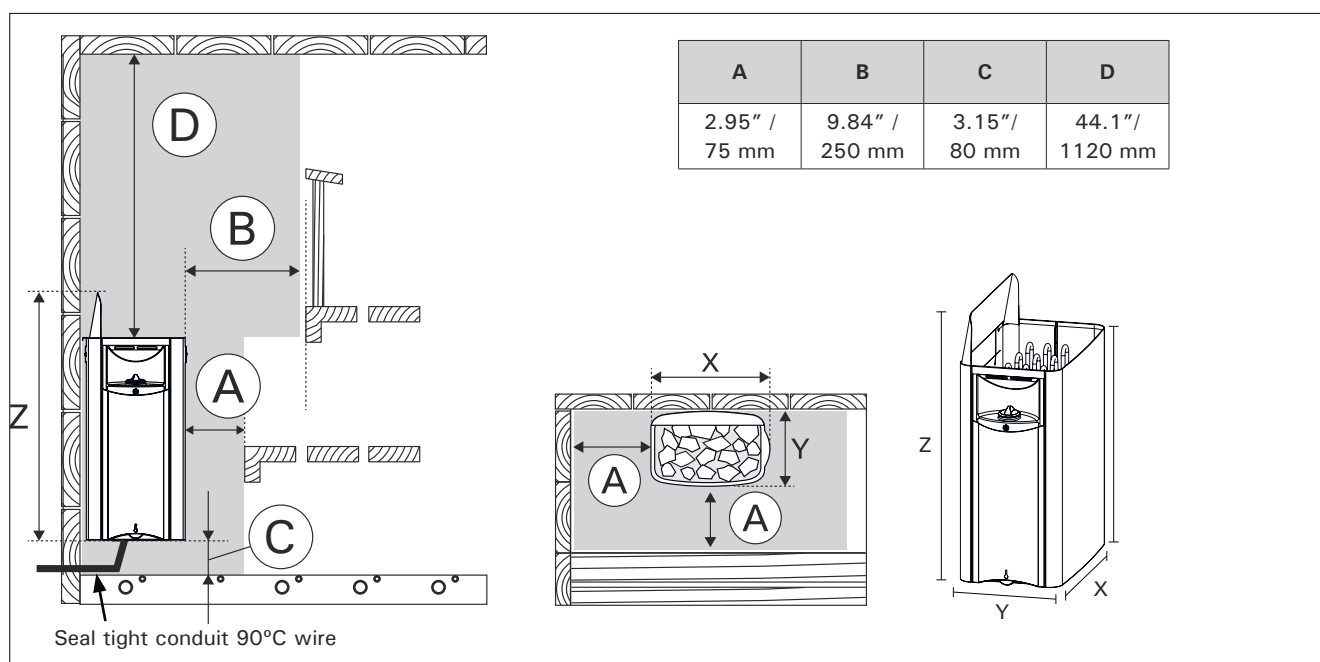

Figure 4. Distances de sécurité minimum (Tous les modèles).
1. Sortez le poêle du carton et posez-le à un emplacement approprié dans la cabine du sauna. Respectez les dégagements indiqués dans les figures 4 et 5. Après la connexion finale, l'électricien doit fixer le poêle à sa place avec les vis ou boulons fournis.